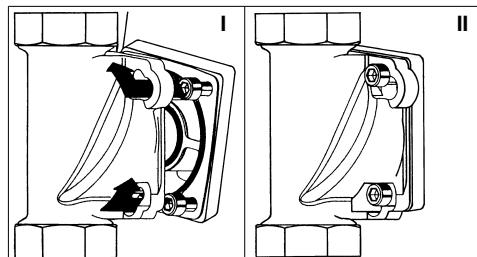

Abb. 4: Einbaudrehflansch mit Bajonett
- Die vier Flanschschrauben M6x25 in die Bajonettschraublöcher am Einbaudrehflansch stecken (siehe Abb. 4 I).
- Den Rückspülfilter im Uhrzeigersinn bis zum Anschlag drehen (siehe Abb. 4 II).